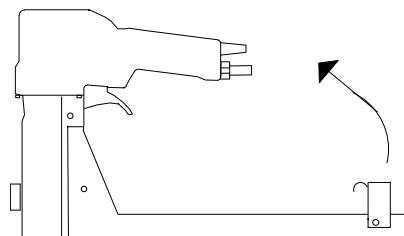
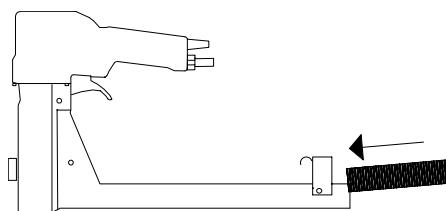

Fig 3
Fig 4
- E** Lift the magazine breech and the pusher upward (Fig. 3) and fill the magazine with staples (Fig. 4).
- D** Kippen Sie das Verschlußstück mit dem Klammerschieber nach oben (Fig. 3) und beladen Sie das Magazin mit Klammern (Fig. 4).
- S** Slutstycket med frammataren fälls upp (Fig. 3), och magasinet fylls sedan med klammer (Fig. 4).
- F** Enlevez le fermoir avec le poussoir (Fig. 3) et chargez le magasin avec des agrafes (Fig. 4).